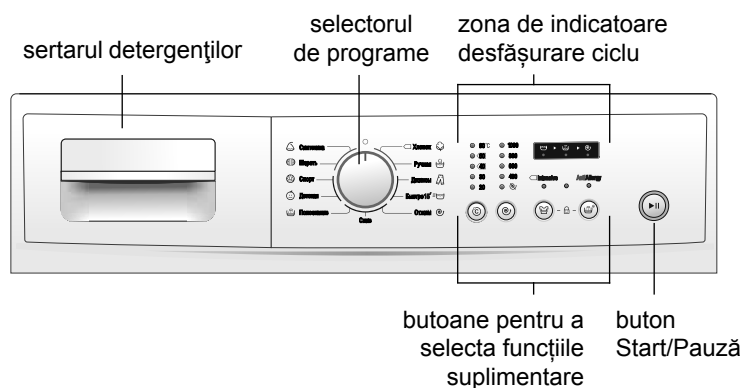

Figura 1 — Panou de comandă
1.1.1 Organele de comandă a mașinii de spălat se află pe panoul de comandă cum se arată în figura 1.